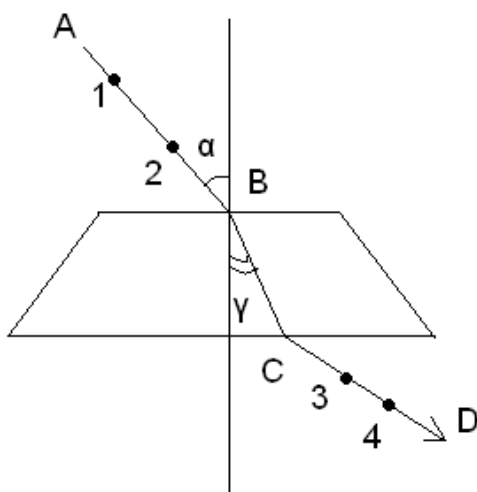

рис. 2
5. Ход луча отметьте с помощью булавок – 1,2,3,4 (рис. 2).